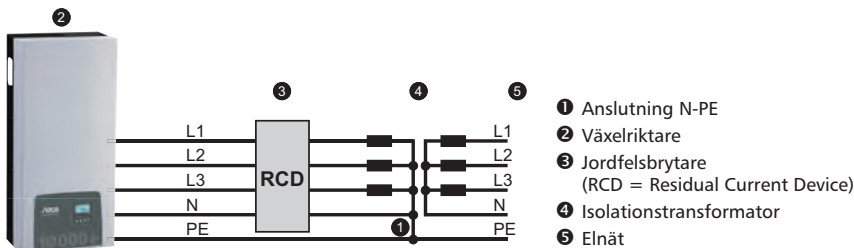

Fig. 8: Anslutningsschema för isolationstransformator
► Om en isolationstransformator måste installeras ska denna anslutas enligt Fig. 8.
- I anslutningsschemat som visas i Fig. 8 är isolationstransformatorns primär- och sekundärsida inte galvaniskt separerade!
- Om anslutningen ❶ saknas fungerar inte växelriktarens isolationsövervakning korrekt.